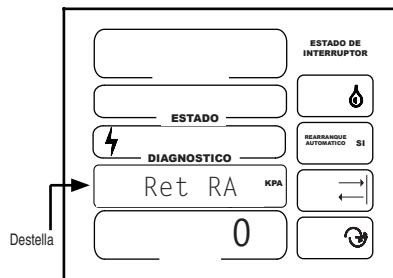

Figura 36-2
El retardo tiene un margen de 0 a 5000 segundos y el valor predeterminado de fábrica está ajustado en 0 segundos. Vea la Figura 36-2.
1. Ret RA debe estar destellando. Vea la Figura 36-2